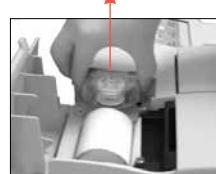

Abb. 1: Herausnehmen der Schlauchpumpe
- Entnehmen Sie die Pumpe indem Sie sie fest am Gehäuse fassen und sie nach oben heraus ziehen (Abb. 1).